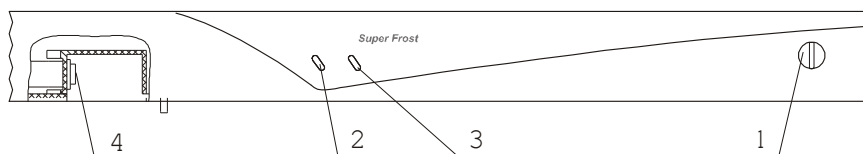

Рис.3. Схема расположения приборов управления и индикации
7.1. Включение и отключение холодильника производится штепсельной вилкой сетевого шнура. Загоревшаяся зеленая индикаторная лампа 2 (рис.3) на панели свидетельствует о том, что холодильник включен в электросеть. Желтая индикаторная лампа 3 горит при работе холодильника в режиме замораживания. Индикаторные лампы загораются в течении 10 секунд.
7.2. Температурный режим в холодильной камере устанавливается путем поворота ручки терморегулятора 1 (рис.3) до выбранного по шкале температурного режима.
указанной в разделе 2. При загрузке продуктов, в количестве, превышающем мощность замораживания, увеличивается время полного замораживания. Если Вы хотите сократить время замораживания продуктов, то можете использовать режим быстрого замораживания (Super frost). Режим быстрого замораживания включается нажатием клавиши переключателя 4 (рис.3) «от себя». При этом на панели загорается индикаторная лампа 3 (рис.3).
Не позднее 24 часов после загрузки последней партии продуктов переведите холодильник в режим хранения, нажав клавишу переключателя «на себя», при этом индикаторная лампа 3 (рис.3) гаснет.